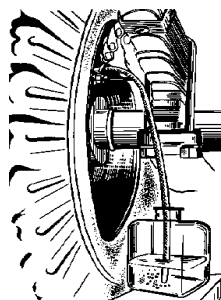

Рис. 13.7. Прокачка тормозной системы
1. Снимите с перепускного клапана колесного цилиндра или регулятора давления или блока цилиндров колпачок и наденьте на клапан специальный резиновый шланг длиной около 400 мм. Другой конец этого шланга опустите в прозрачный сосуд емкостью не менее 0,5 л, заполненный наполовину тормозной жидкостью (рис. 13.7).